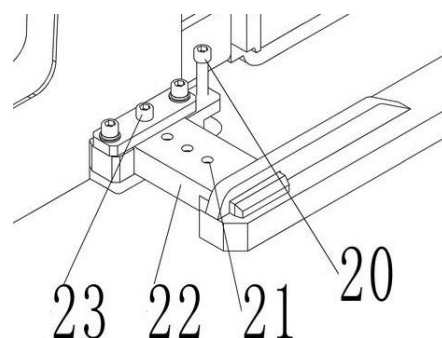

Рис.16: Регулировка опорных вилок
- Затяните установочный болт (23) после регулировки опорных вилок.
- При регулировке опорных вилок, пожалуйста, обратите внимание, что количество установочных пазов (21), выставляемых на каждой стороне ног штабелера, должно быть одинаковым. (Как показано на рис. 16, если одна сторона имеет 3 установочных паза (21), с другой стороны также должно быть 3).
- Вращайте по часовой стрелке опору (20) до тех пор, пока штабелер не поддомкратится.
- Открутите установочный болт (23)
- Отрегулируйте ногу (22) так, чтобы установочный болт (23) попал в установочный паз (21)
При регулировке опорных вилок, пожалуйста, обратите внимание, что количество установочных пазов (21), выставяемых на каждой стороне ног штабелера, должно быть одинаковым. (Как показано на рис. 16, если одна сторона имеет 3 установочных паза (21), с другой стороны также должно быть 3).
- Надежно закрутите установочный болт (23)